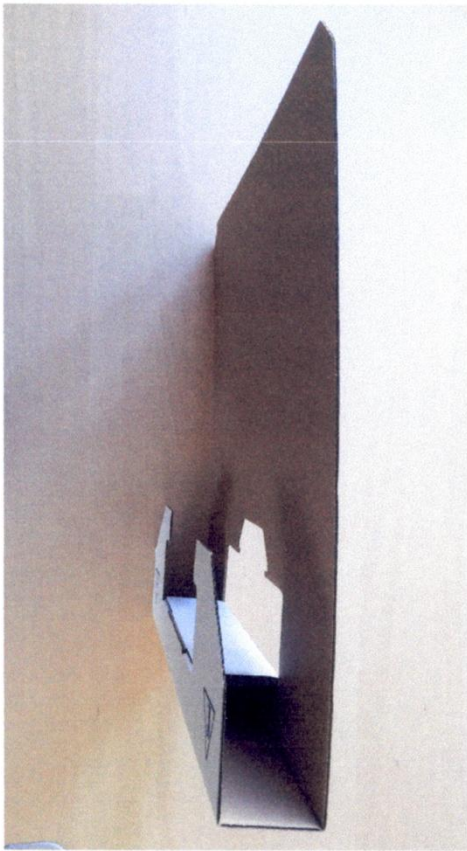

Fig. 5
- Fig. 5 przedstawia widok z boku zamkniętego opakowania;